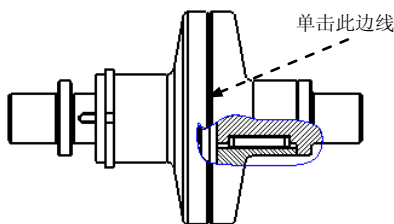

图 8.2.6 绘制剖视图的边界线
Step4. 设置剖视图选项。在“绘图视图”对话框中, 选取 **类别** 区域中的 **截面** 选项; 将 **剖面选项** 设置为 **2D 剖面**, 然后单击 **+** 按钮; 在 **名称** 下拉列表框中选取剖截面 C, 在 **剖切区域** 下拉列表框中选取 **局部** 选项; 单击图 8.2.6 所示的边线为参照, 绘制图中所示的局部区域的边界。